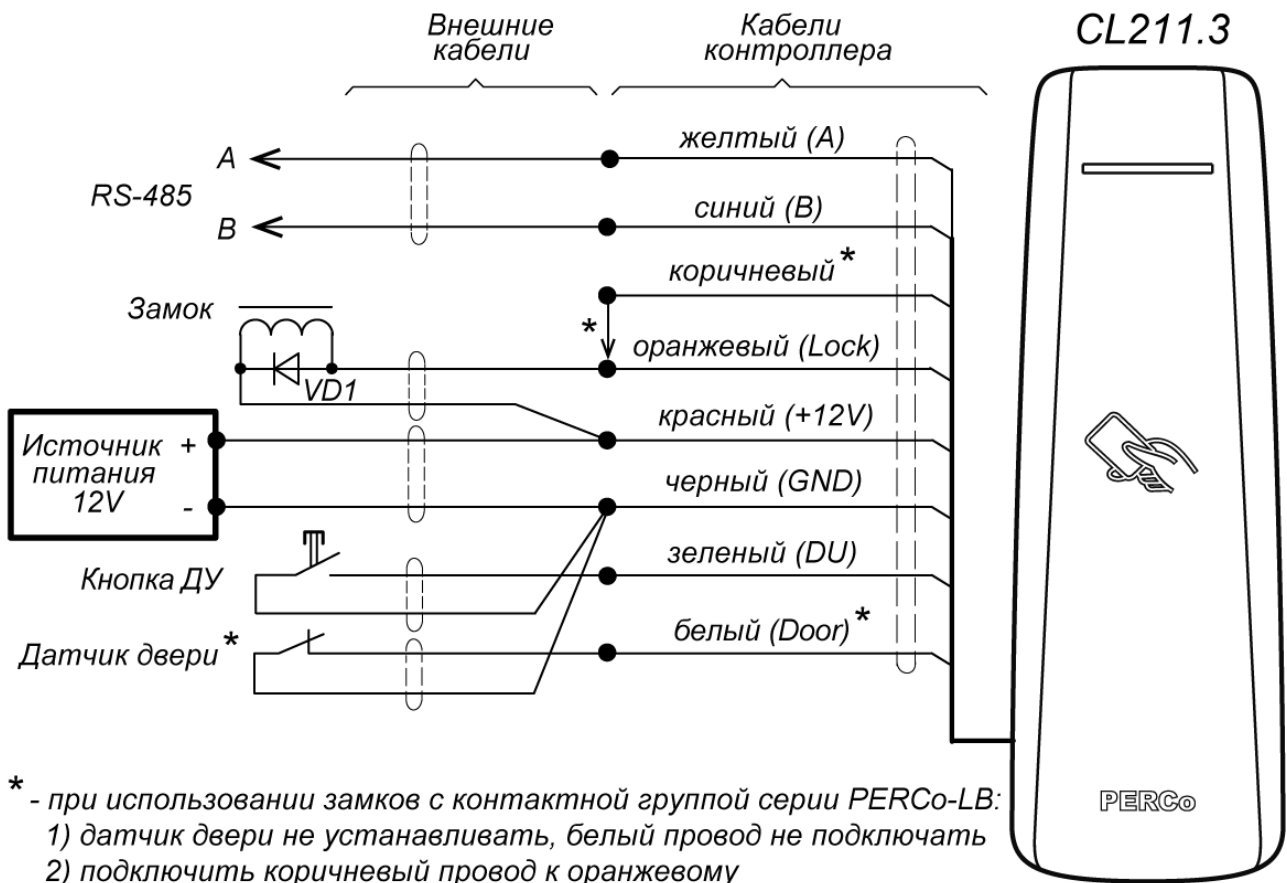

Рисунок 5. Схема подключений контроллера
Если подключаемый замок *не имеет встроенной цепи искрозащиты*, то необходимо установить двунаправленный супрессор (**VD1** на рис. 5) на напряжение 15 – 18 В из комплекта поставки. Супрессор устанавливается в непосредственной близости от замка.
14. Подключите кабели к контроллеру согласно схеме на рис. 5.